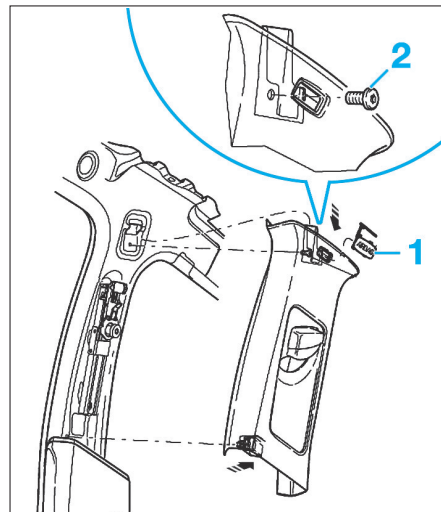

Fig. 49
- Déposer le cache (1) avec l'inscription "airbag" et dévisser la vis (2) (Fig.49).